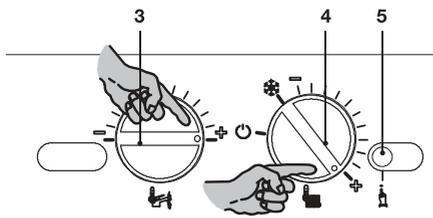

Рисунок 7.1
- Поверните регулятор температуры горячего водоснабжения 3 и переключатель функций 4 и установите их так, как показано на следующем рисунке (см. Рисунок 7.1).